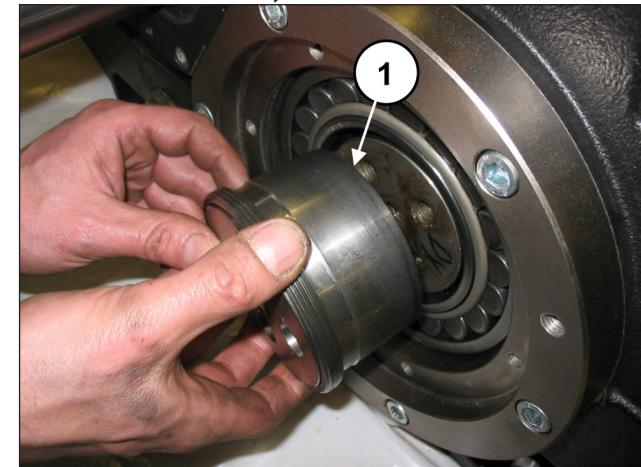

Рис. 20
Снимите обе стяжные втулки (поз. ①, Рис. 20).